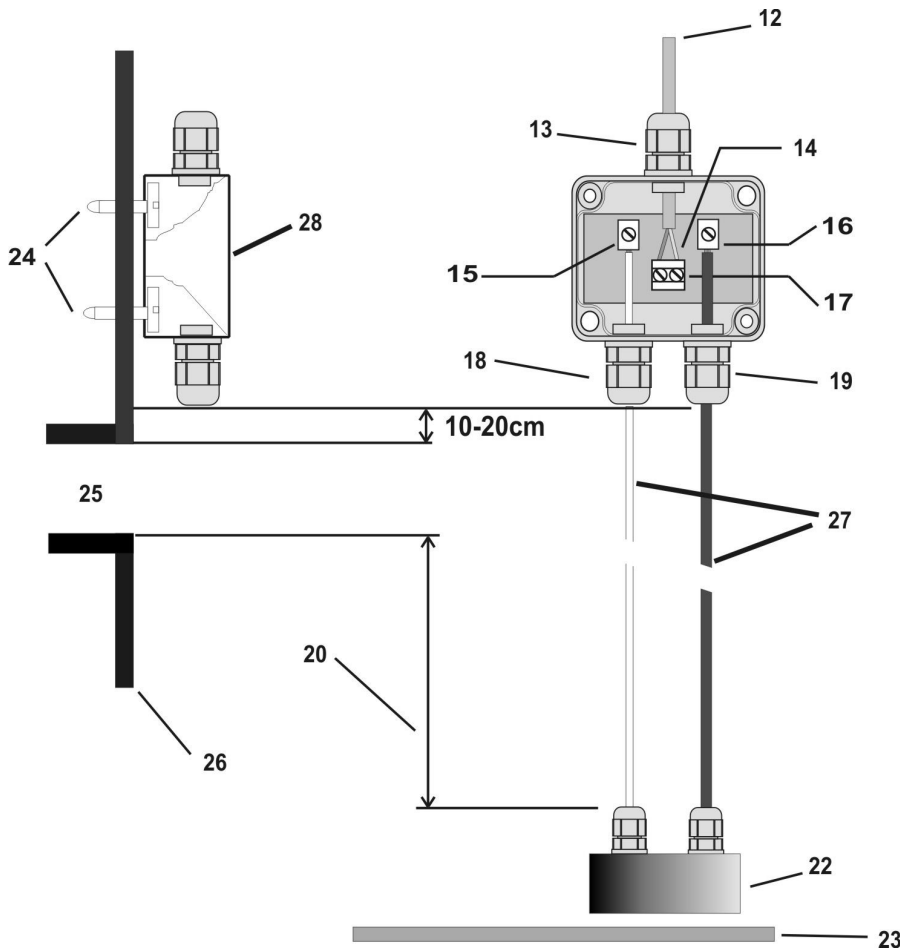

Figure 2 : Raccord des capteurs
7. Le montage des capteurs s'achève par la pose en bonne et due forme du câble de données [12] vers la commande système. Une gaine sera utilisée à cette fin. (Le câble des données n'est pas adapté à la pose directe sur la terre.) Le câble de données dispose d'une fiche à son extrémité libre. Veuillez l'insérer dans la fiche femelle [7] de la commande système. La figure 2 sur la page 3 représente les correspondances.